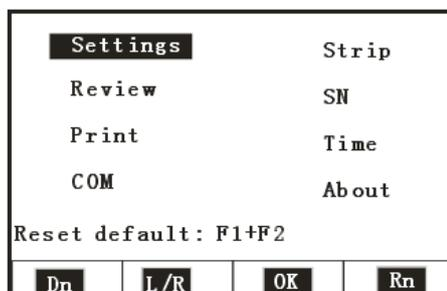

Рисунок 6
A. При отображении на дисплее корневого меню, нажмите F1, чтобы выбрать опцию «MENU», на дисплее отобразится главное меню (рисунок 6).